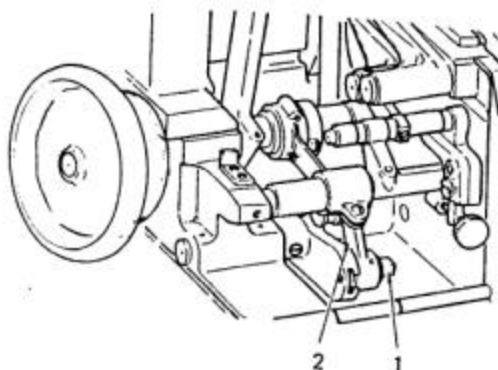

Fig. 12
### 13. Het regelen van de steeklengte (zie fig. 12)
2. Draai de bout van de steun (1) die de steeklengte regelt los met de sleutel die bij de machine geleverd wordt (zie afb. 12).
3. Beweeg de bout (1) te zamen met de verbindingsteun (2) heen en weer in de regelsleuf.
5. Draai de bout (1) weer stevig vast wanneer de gewenste steeklengte is verkregen.